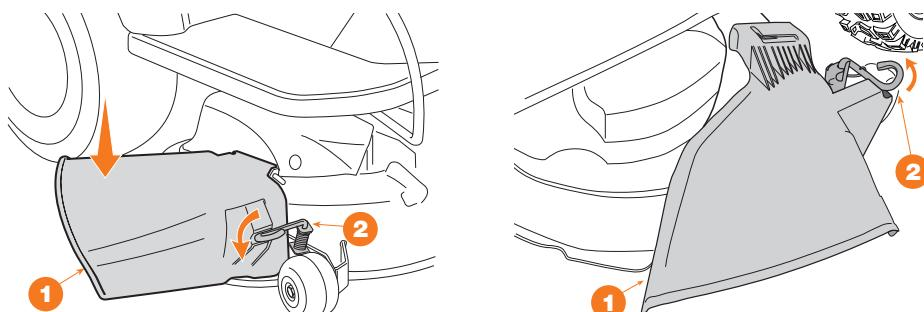

Рис. 11
- Убедитесь, что защита боковой выгрузки ① опущена и заблокирована предохранительным рычагом ② (Рис. 11).
- Перед снятием или техобслуживанием дефлектора необходимо нажать на предохранительный рычаг ② и поднять защиту боковой выгрузки ①, чтобы позволить демонтаж.
Всегда проверяйте исправную работу внутренней пружины дефлектора **1** (Рис. 11) и предохранительного рычага **2** (Рис. 11), надёжно удерживая его в опущенном положении.